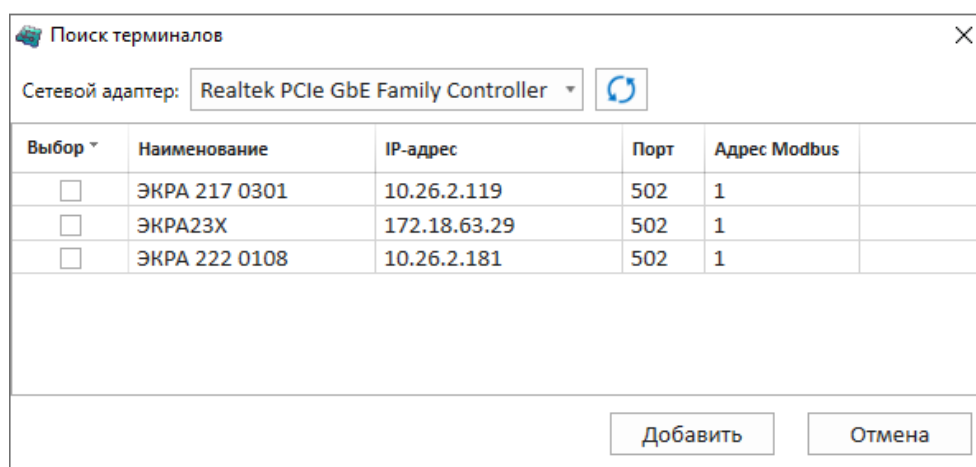

Рисунок 18 – Окно Поиск терминалов
2) Поиск терминалов в локальной сети  (рисунок 18).